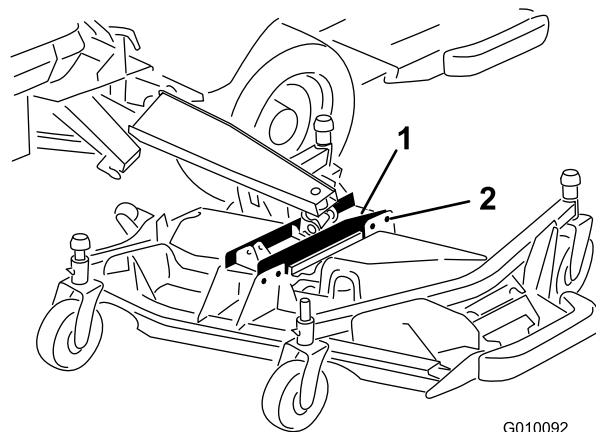

Bild 7
5. Entfernen Sie die (8) Bundkopfschrauben und Sicherungsmuttern, mit denen der Mähwerkanschluss am Mähwerk befestigt ist (Bild 7).
7. Befestigen Sie den Mähwerkanschluss mit den (8) Bundkopfschrauben und Sicherungsmuttern am Mähwerk (Bild 7).